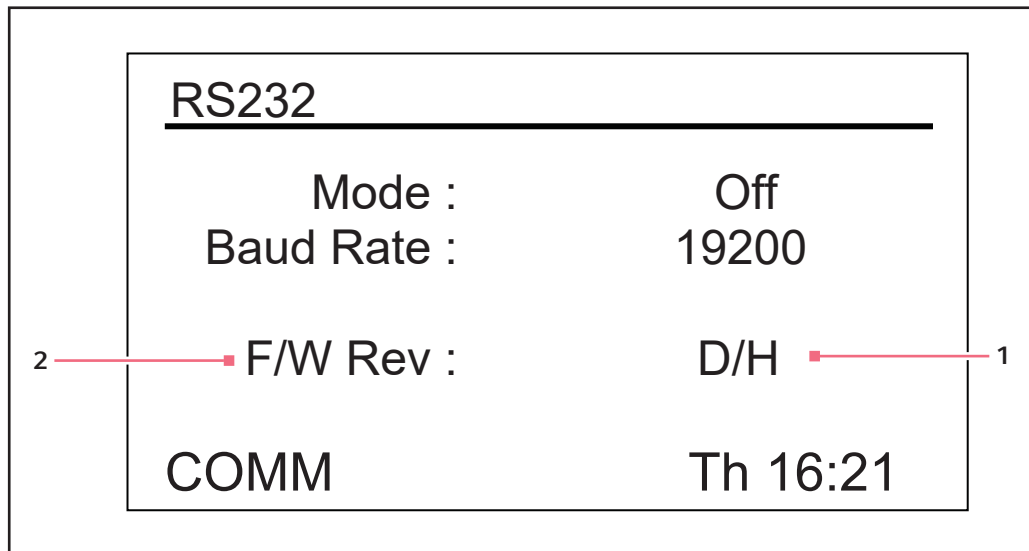

Fig. 9-7: Schermata RS232
Questa schermata (vedi Fig. 9-7 a pag. 57) viene utilizzata soltanto nel caso in cui un computer sia collegato alla porta RS-232 (vedi *Interfacce software a pag. 39*). Qui si può selezionare *Mode*, la modalità della porta RS-232, e *Baud Rate*, la velocità in baud, adatte al proprio PC.
1. Girare la manopola per evidenziare l'impostazione attuale (*Off* nella schermata di esempio, (vedi Fig. 9-7 a pag. 57)), poi farla scattare premendola.
2. Girare la manopola di controllo verso sinistra o destra finché non compare la modalità desiderata (vedi *Girare la manopola per evidenziare l'impostazione attuale (Off nella schermata di esempio, (vedi Fig. 9-7 a pag. 57)), poi farla scattare premendola. a pag. 58*).
1. Girare la manopola per evidenziare l'impostazione attuale (19200 nella schermata di esempio, (vedi Fig. 9-7 a pag. 57)), poi farla scattare una volta verso l'interno.